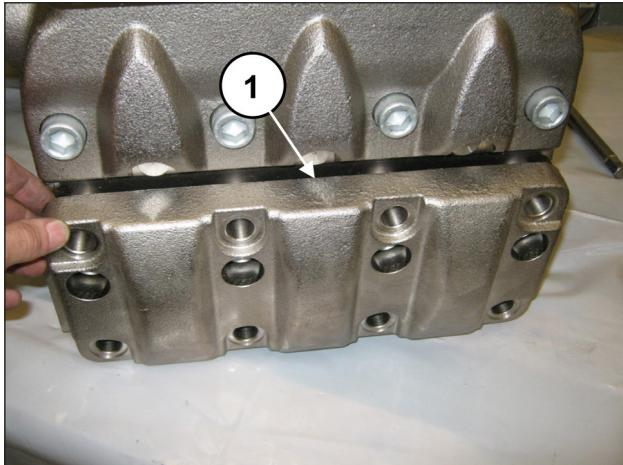
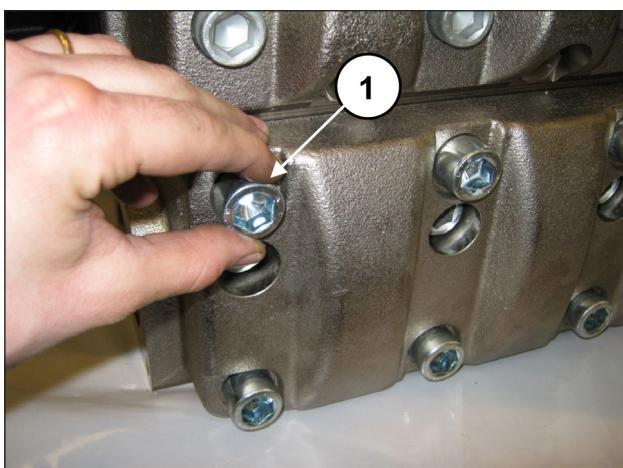

Рис. 154
Рис. 155
После завершения монтажа всасывающих клапанных узлов установите крышку всасывающих клапанов (поз. ①, Рис. 154) и завинтите 8 винтов M18x50 (поз. ①, Рис. 155).